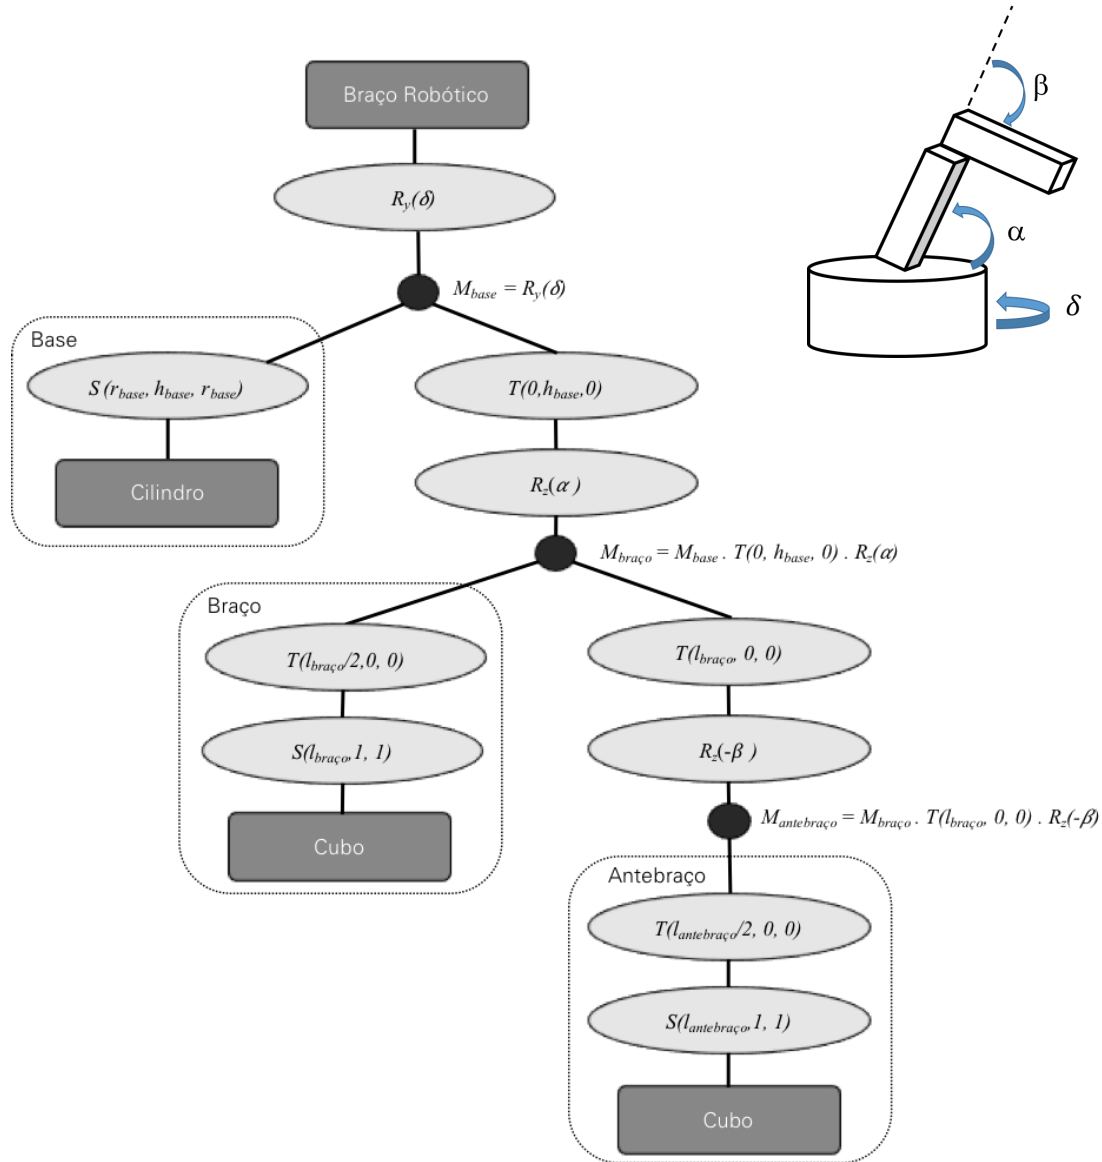

Figura B.1 - Grafo exemplificativo de um braço robótico simples ou de um pêndulo duplo (explicação proveniente do livro da cadeira).
3. **[0,50 + 0,50 valores]** Noutras folhas de “papel”, definir os grafos de cena **dos objetos chave** do Trabalho B e Trabalho C. Cada um destes objetos chave consiste num sistema articulado apresentando, por isso, uma hierarquia de transformações geométricas entre as peças que o compõem. Nestes desenhos devem ficar explícitas as configurações espaciais dos referenciais, quais são as primitivas geométricas, quais as transformações geométricas a aplicar com os seus parâmetros numéricos, quais os graus de liberdade bem como quais as relações de parentesco entre as peças que compõem cada um dos objetos articulados. No anexo B podem encontrar um exemplo de um grafo de cena para um objeto articulado (Figura B.1).